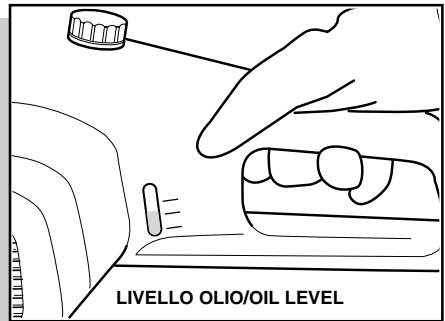

fig. 8
- É importante controlar periodicamente o nível do óleo na vigia lateral (fig.8).